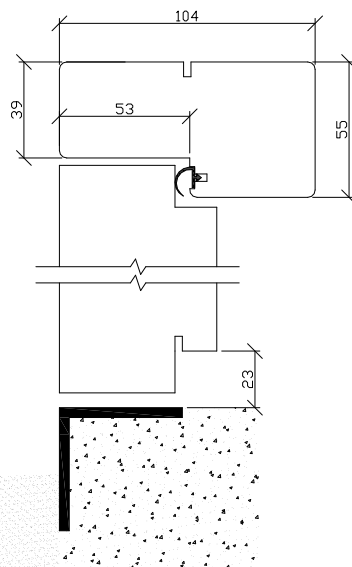
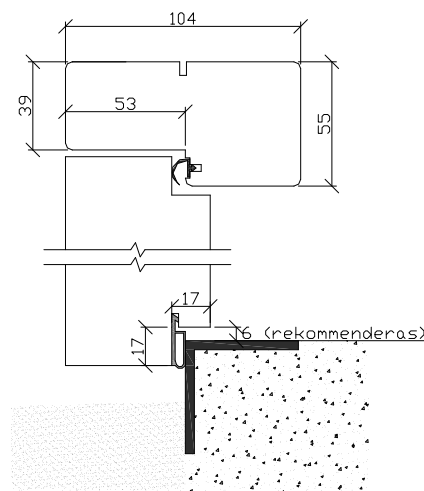

Bild 2
Bild 3
9. Vid montering av **GARAGEPORT** skall ytor som ligger an mot underlaget ställas på ett tätande skikt, t ex tjärpapp. Karmsidorna levereras i övermått från fabrik och kapas i lämplig längd på plats, beroende på om porten skall gå in över golvet (se bild 2, eventuellt bör då porten kompletteras med släp-alt. borstlist – ingår ej i leveransen) eller om falsen på portbladen skall slå mot tex ingjutet anslagsjärn (se bild 3). Måtta och kapa karm sidostyckena till rätt längd skruva sedan ihop karmen, förborra så att det inte spricker. Lyft karmen på plats och montera på samma sätt som beskrivs ovan gällande dörrar. Kontrollera att överstycket är i våg. Kryssmät noga diagonalen så att båda måtten stämmer överens använd 2 st träribbor. Det är mycket viktigt att karmsidorna är i lod så att gången i porten blir bra. Även garageregeln levereras i övermått och kapas till lämplig längd.